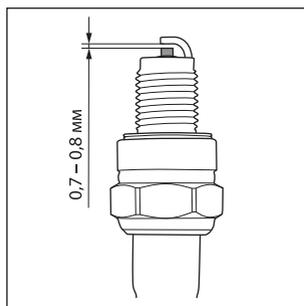

Рис. 18
6. Проверьте величину зазора между заземляющим и центральным электродами, используя специальный щуп. При необходимости установите зазор 0,7-0,8 мм (рис. 18).